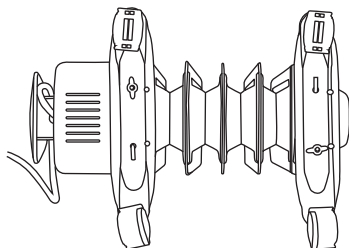

Рис. 4
1. Соединить одну из опорных ножек (2) с двумя роликами (1).
2. Закрепить гайками (3).
4. Перевернуть обогреватель нижней частью вверх, как показано на Рис. 4.
5. Продеть металлический держатель (4) через фиксатор.